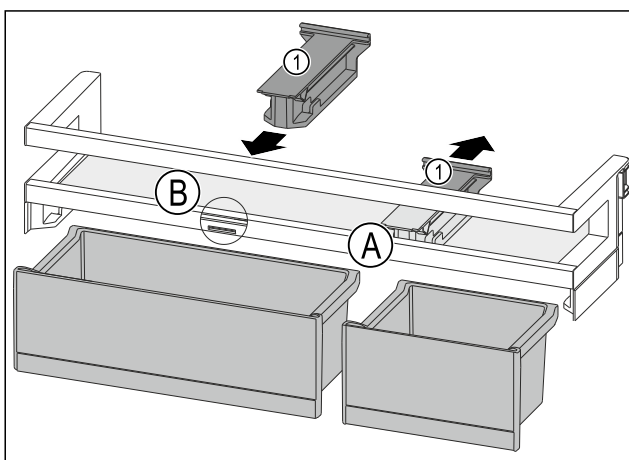

Fig. 109
- ▶ Снимите крепление Fig. 109 (1) в позиции Fig. 109 (A), отодвинув его назад.
- ▶ Установите крепление Fig. 109 (1) в позиции Fig. 109 (B).